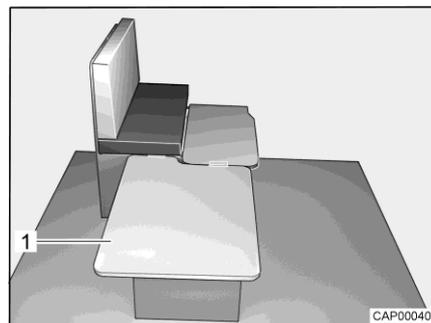

Bild 44 Während des Umbaus
- Einlegebrett (Bild 44,1) seitlich an der Sitzbank einhängen und auf den Tisch legen.